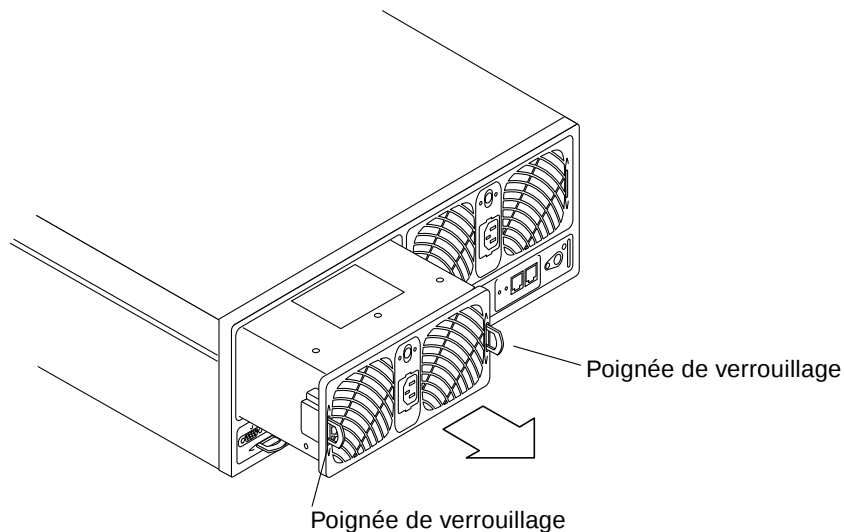

FIGURE 14-6 Retrait de l'unité d'alimentation et de refroidissement
4. Déverrouillez l'unité d'alimentation et de refroidissement en appuyant sur les deux poignées de verrouillage puis en les dégageant, à l'aide d'une pièce de monnaie ou d'un petit tournevis (FIGURE 14-6).